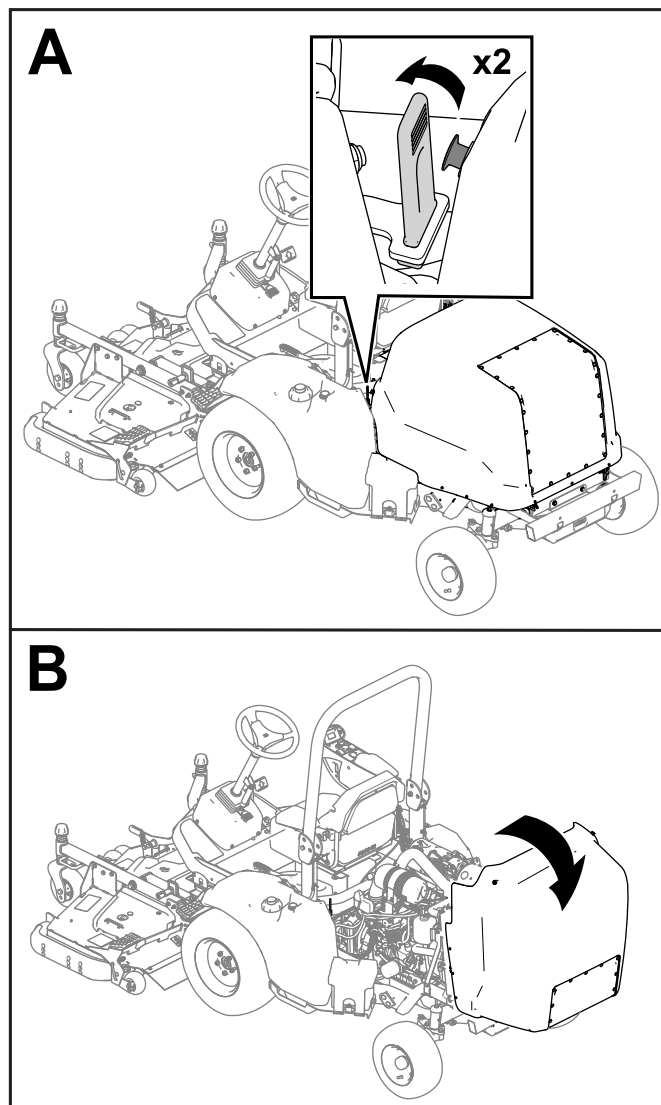

Figur 28
8. Fjern de 7 plastpropper, der er vist i Figur 28, fra motorhjelman.